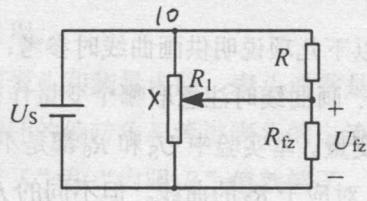

图 1.5
(2) 在图 1.2(a)的电阻 R_1 上并联固定电阻 R , 令 $R=R_{fz}=100\Omega$ (图 1.5), $U_S=2V$, 记录 U_{fz} 随 R_2 变化的数值。
- 对于图 1.2a 及图 1.5 电路, 设 $y = \frac{U_{fz}}{U_S}$, $x = \frac{R_2}{R_0}$, $K = \frac{R_{fz}}{R_0} = 0.1$, 写出函数 $y=f(x)$, 求出导数 $\frac{dy}{dx}$, 算出 $x=0, 0.1, 0.2, \dots$ 各点的 $\frac{dy}{dx}$ 值, 画出曲线, 从而讨论图 1.5 电路相对于图 1.2a 电路的优缺点。